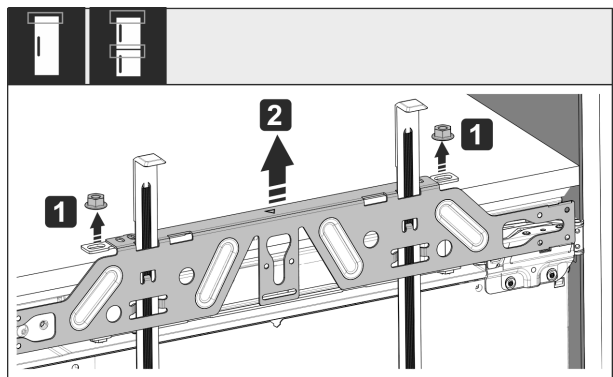

Fig. 51
- Svitare i controdati Fig. 51 (1).
- Togliere la traversa di fissaggio Fig. 51 (2).